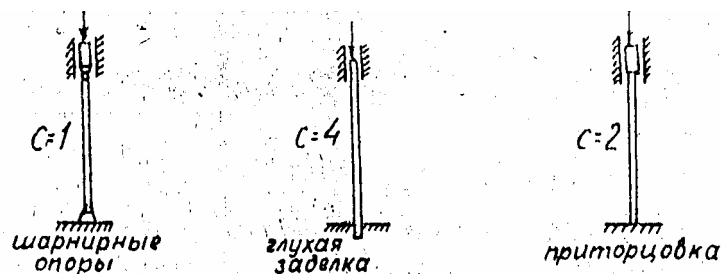

Рис.:2.6
4. Значения коэффициента C, характеризующего способ заделки концов стержня, принимать, руководствуясь рис. 2.6